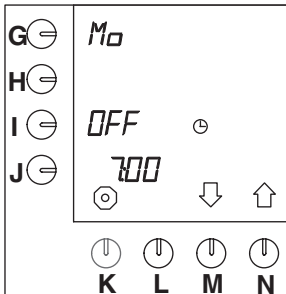

Fig. 32 Containervoorverwarming
- In het display verschijnt "uit" op de positie naast programmeertoets (I.) (fig. 32).